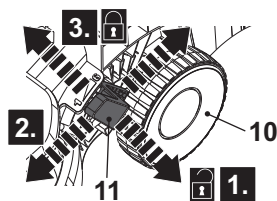

Fig. 12
1. Puxe a alavanca (11) em direção à roda traseira (10) (Fig. 12, passo 1).
2. Avançar ou recuar para ajustar a altura de corte (Fig. 12, passo 2).
3. Solte a alavanca (11) e assegure-se de que está devidamente encaixada na ranhura (Fig. 12, passo 3).